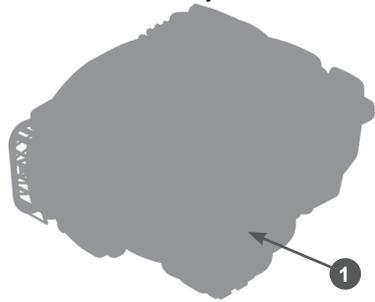

Рис. 12 Расположение ручного топливного насоса
2. Для запуска холодного двигателя нажмите три раза на ручной топливный насос 1 (Рис. 12). При запуске прогретого двигателя ручной топливный насос нажимать не нужно.